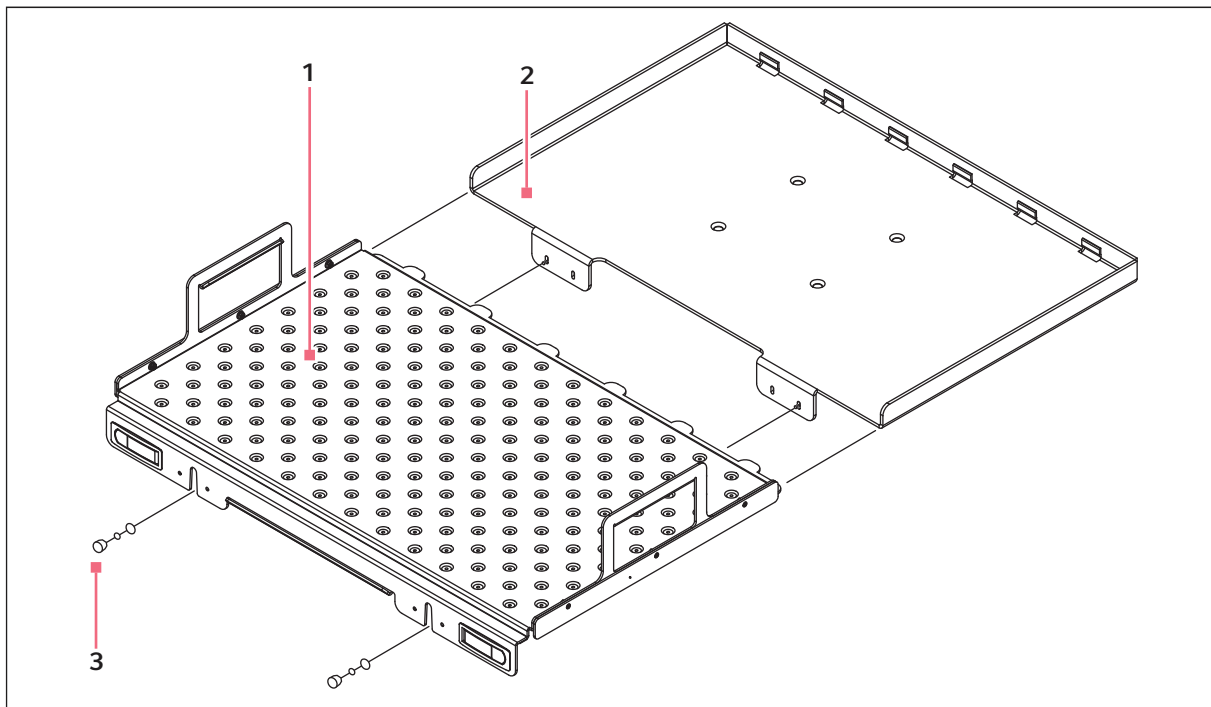

Fig. 4-16: Instalando a plataforma
4. Use as asas da plataforma (aqui Fig. 4-16 na pág. 33), para colocar a plataforma nas faixas guia da porta aberta.